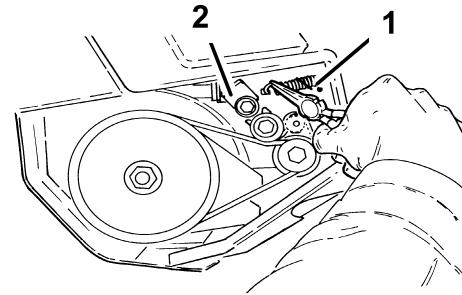

Bild 18
3. Nehmen Sie die Spannscheibenfeder vom Spannarm ab (Bild 18).
8. Bauen Sie die Spannscheibe zusammen (Bild 18). Stellen Sie sicher, dass die Spannscheibe auf dem Riemen läuft.